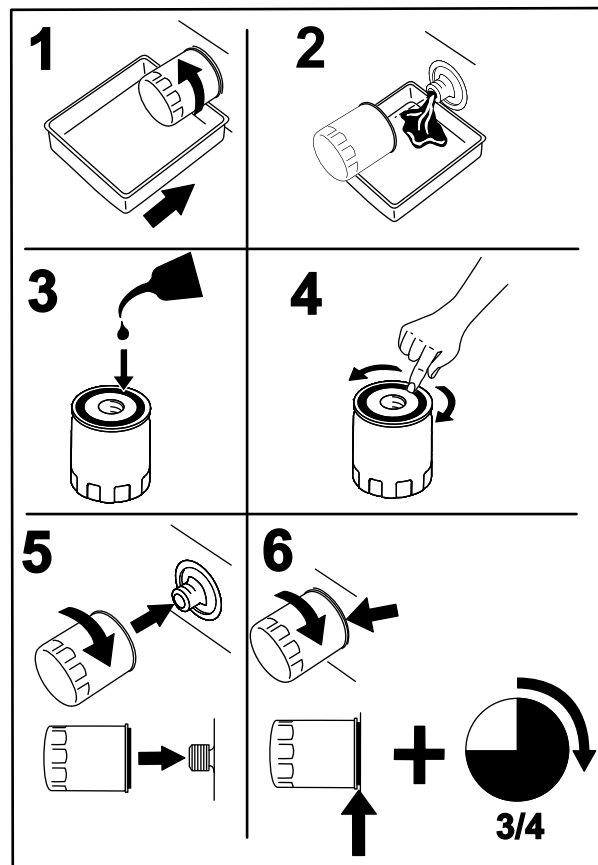

Figure 43
2. Remplacez le filtre à huile moteur (Figure 43).